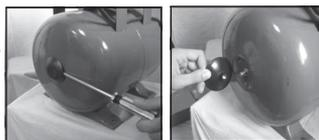

рис.2
- сняв заглушку с ниппеля (в задней торцевой части бака) проверить давление манометром (автомобильным), как показано на рис.2;